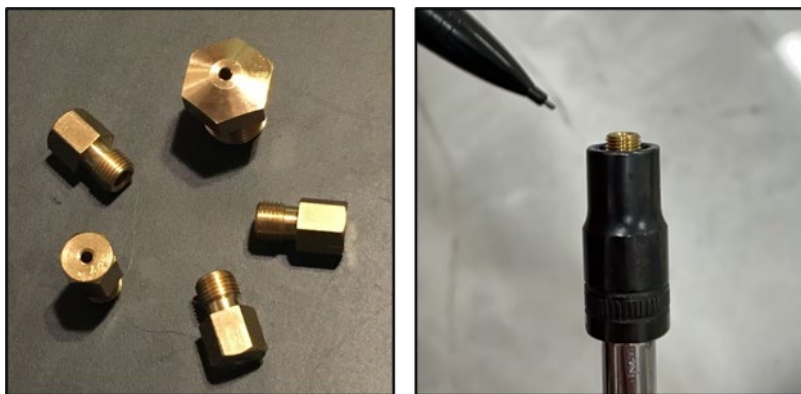

Ilustración 39 Kit de conversión de gas
El proceso de conversión (cambio de orificio) es el mismo para cualquier gas. Cualquiera que sea el gas para el que esté diseñada su parrilla, se suministra con un kit de conversión (Ilustración 39 a la izquierda) para permitir el cambio a otro tipo de combustible. El cliente debe proporcionar la entrada de GLP o el regulador de GNP (4" de columna de agua, puertos de 1/2").
- Utilice una toma de poca profundidad para asegurarse de que hay suficientes roscas expuestas para poder empezar (Ilustración 39, derecha).